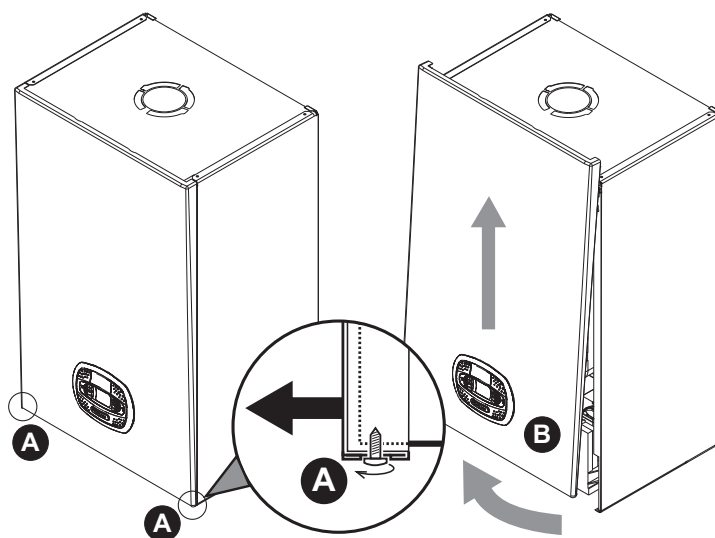

fig. 33- Apertura del panel frontal
1. Desenrosque parcialmente los tornillos **A** (fig. 33).